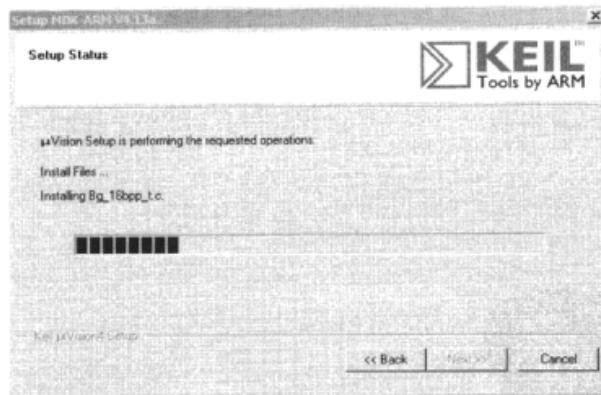

图 4.4.5 Keil MDK 安装进行中
⑤ 再次单击 Next 就进入实质的安装过程了, 如图 4.4.5 所示。
⑥ 安装完毕后, 可看到 2 个可选项: 保持当前 μVision 的设置; 载入以下选择的工程实例。